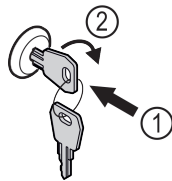

Fig. 127
- ▶ Trykk inn nøkkelen Fig. 127 (1).
- ▶ Vri nøkkelen 90° med klokka Fig. 127 (2).